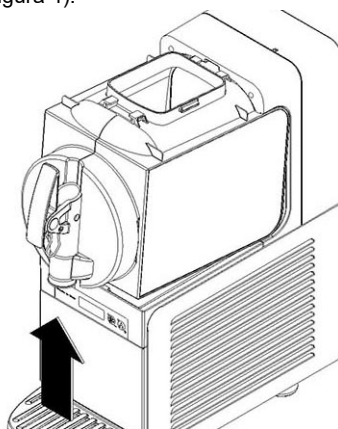
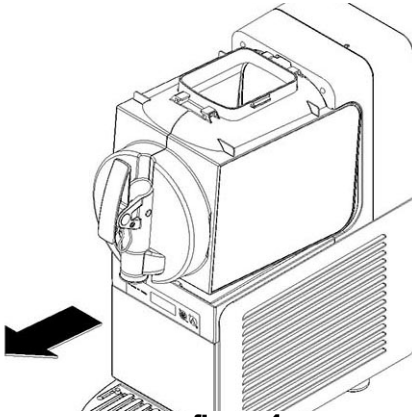

figura 3
figura 4
**2** Desmonte el recipiente, empujando ligeramente su parte inferior (lado del grifo) hacia arriba, para liberarlo de los enganches inferiores (ver figura 3), y extrayéndolo luego por delante (ver figura 4).